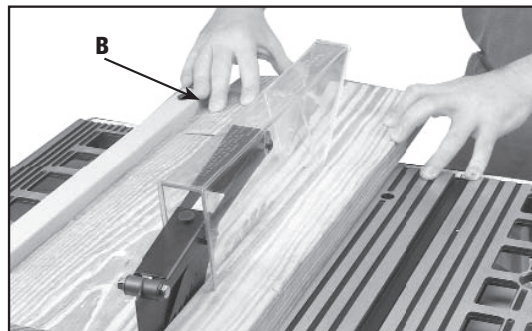

Fig. 40
O corte longitudinal é realizado em toda a extensão da prancha. A guia de corte (A) Fig. 40 é usada para posicionar e guiar a peça. Uma das margens da peça corre em contato com a guia de corte, enquanto o lado plano da prancha se acomoda na bancada. Como a peça é empurrada ao longo da guia de corte, ela deve ter uma margem reta e entrar em contato com a bancada. Deve ser usada uma proteção para a lâmina da serra. A proteção possui retentores que evitam retrocessos e um separador, para evitar que entalhes da madeira fechem ou prendam a lâmina.
1. Ligue o motor e introduza a peça segurando-a e pressionando-a contra a guia de corte. Nunca se posicione na linha de corte da serra durante a realização do corte longitudinal. Segure a peça com as duas mãos e empurre-a ao longo da guia de corte introduzindo-a na lâmina da serra (Fig. 40). Em seguida, a peça pode ser introduzida na lâmina da serra com uma ou duas mãos. Depois que a peça estiver além da lâmina da serra e dos retentores anti-retrocesso, solte a peça. Ao fazer isso, a peça ficará na bancada, inclinarse-á levemente para cima e será travada pela extremidade da proteção traseira, ou escorregará para fora da bancada e para o chão. Ou a introdução da peça pode continuar até a extremidade da bancada; e depois a peça é levantada e trazida ao longo da margem externa da guia de corte. O material cortado permanece na bancada e não é tocado até que a lâmina da serra esteja parada, a não ser que seja um pedaço grande, que possa ser retirado de forma segura. Ao cortar longitudinalmente peças maiores que 90 cm, utilize um suporte na parte traseira da serra para evitar que a peça caia da bancada da serra.